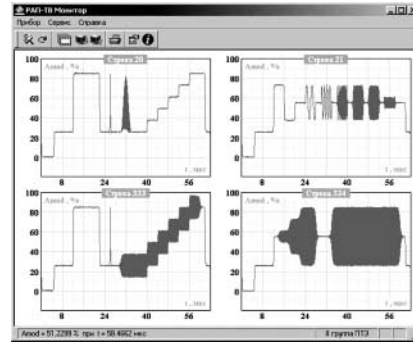

рис. 7
**ТВ осциллограф и спектроанализатор** – стандартные приборы на экране монитора (рис.7). В соответствии с концепцией разработчиков о максимальной замене аппаратных средств программными ПК в составе комплекса выполняет функции не только управления, но и отображения результатов.